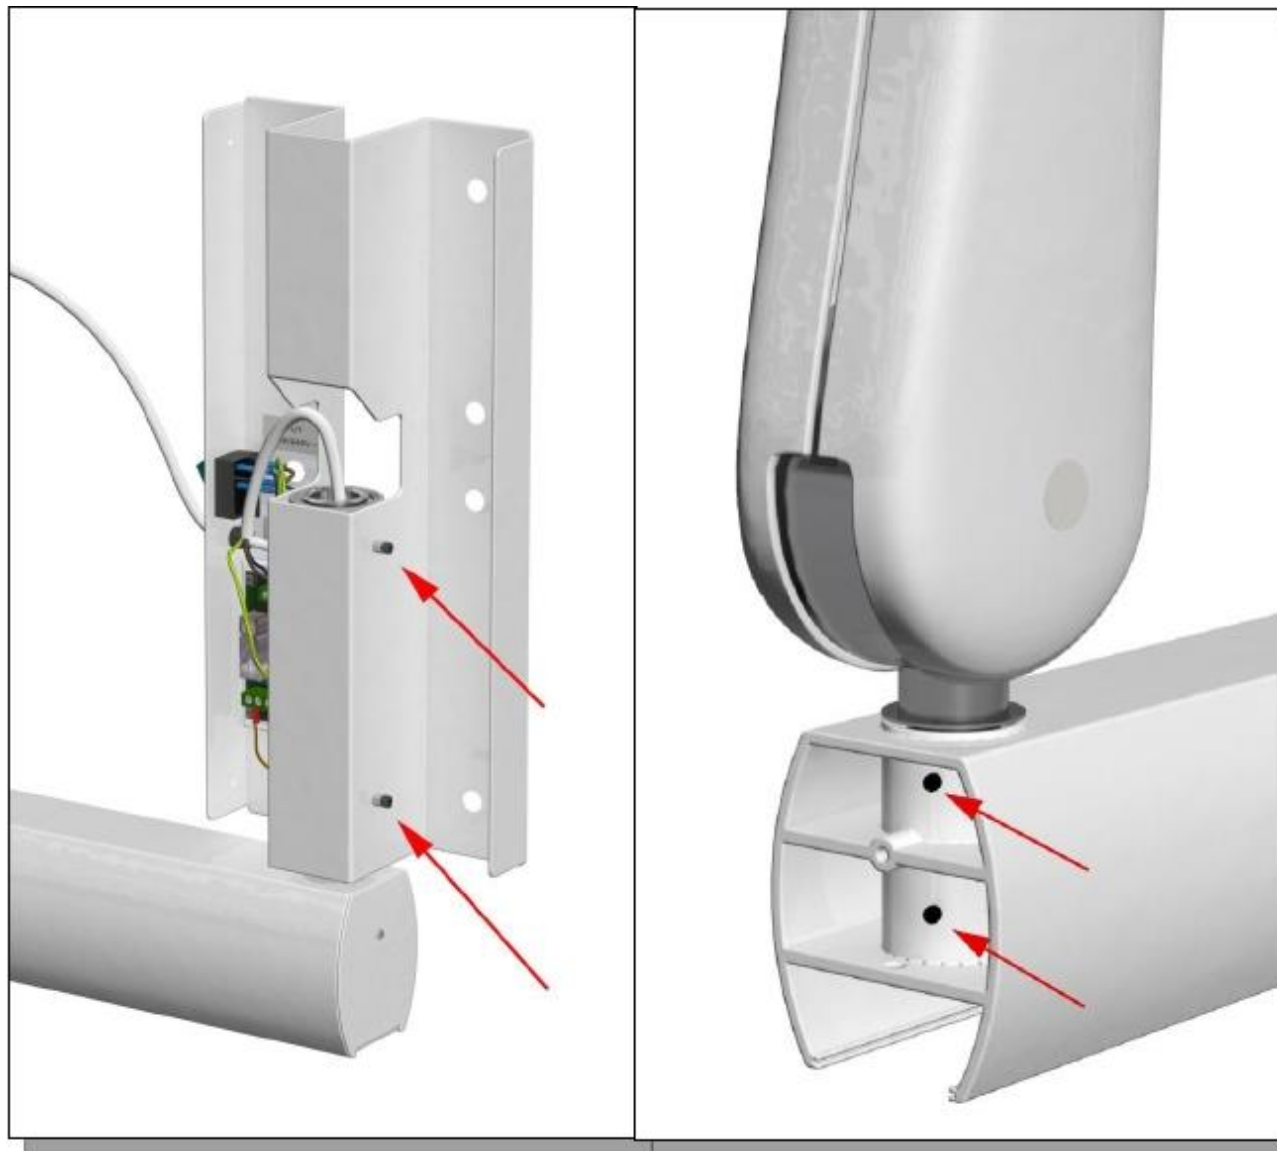

Рис. 10
✓ Если необходимо отрегулировать болты крепления к стене (A) и опорного плеча (B) сделайте так, как показано на рис.10.